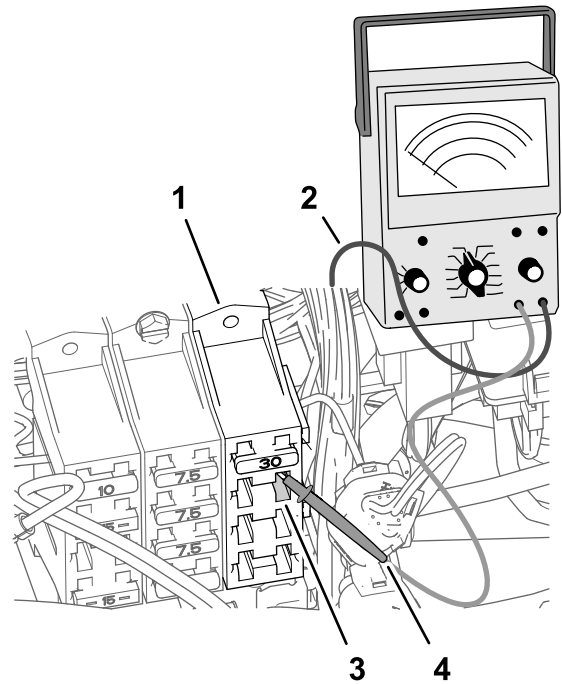

図 187
- 車両のヒューズブロック 3 で、ヒューズソケット 2 のコンタクト 4 右列に 図 187 のようにマルチメータの検針を差し込む。